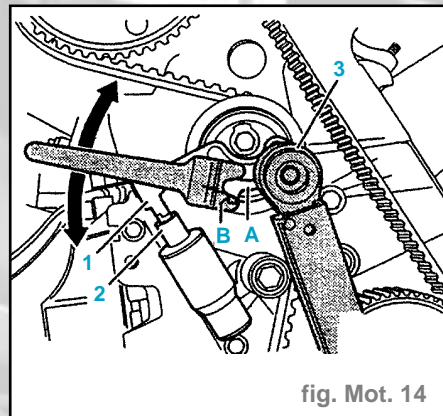

fig. Mot. 14
tourner le dispositif de tension -A- avec une clé pour écrous -B- (p. ex. Matra V159) vers la droite jusqu'à ce que le piston -1- soit entièrement sorti et le piston du dispositif de tension -2- se soulève d'environ 1 mm (fig. Mot. 14).
- Procédure identique à celle du moteur ADP. Se référer à la figure Mot. 14 et 15.
- Serrage de la vis (3) du galet tendeur : 25 N.m